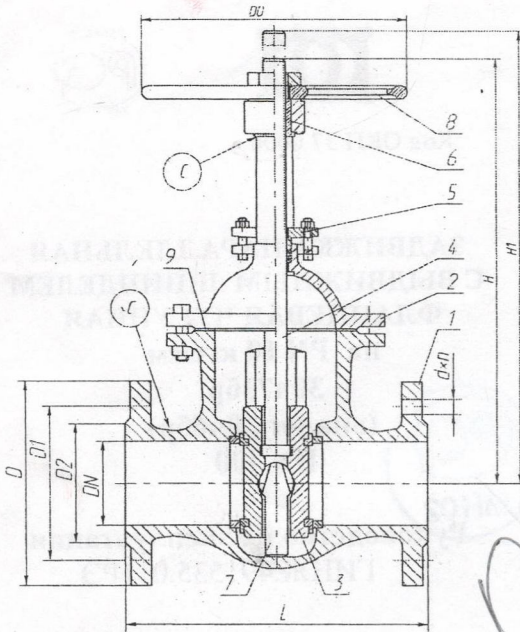

Рис.1
3.1. Задвижка (рис. 1) состоит из следующих основных деталей: корпуса 1, крышки 2, дисков 3, шпинделя 4, сальника 5, втулки резьбовой 6, клина 7 и маховика 8.
Места стреловки © → указаны на Рис. 1.